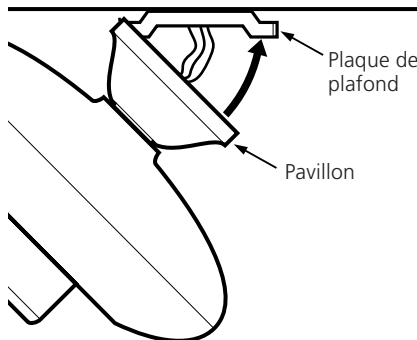

Figure 5a – Fixation du pavillon à la plaque de plafond
1. Inclinez le ventilateur vers le haut pour aligner les trous de vis du pavillon avec les trous de montage dans la plaque de plafond. Référez-vous à la figure 5a.